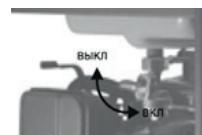

Рис. 1
- Открыть топливный кран на топливном баке, переведите его в положение «Вкл» (Рис. 1).